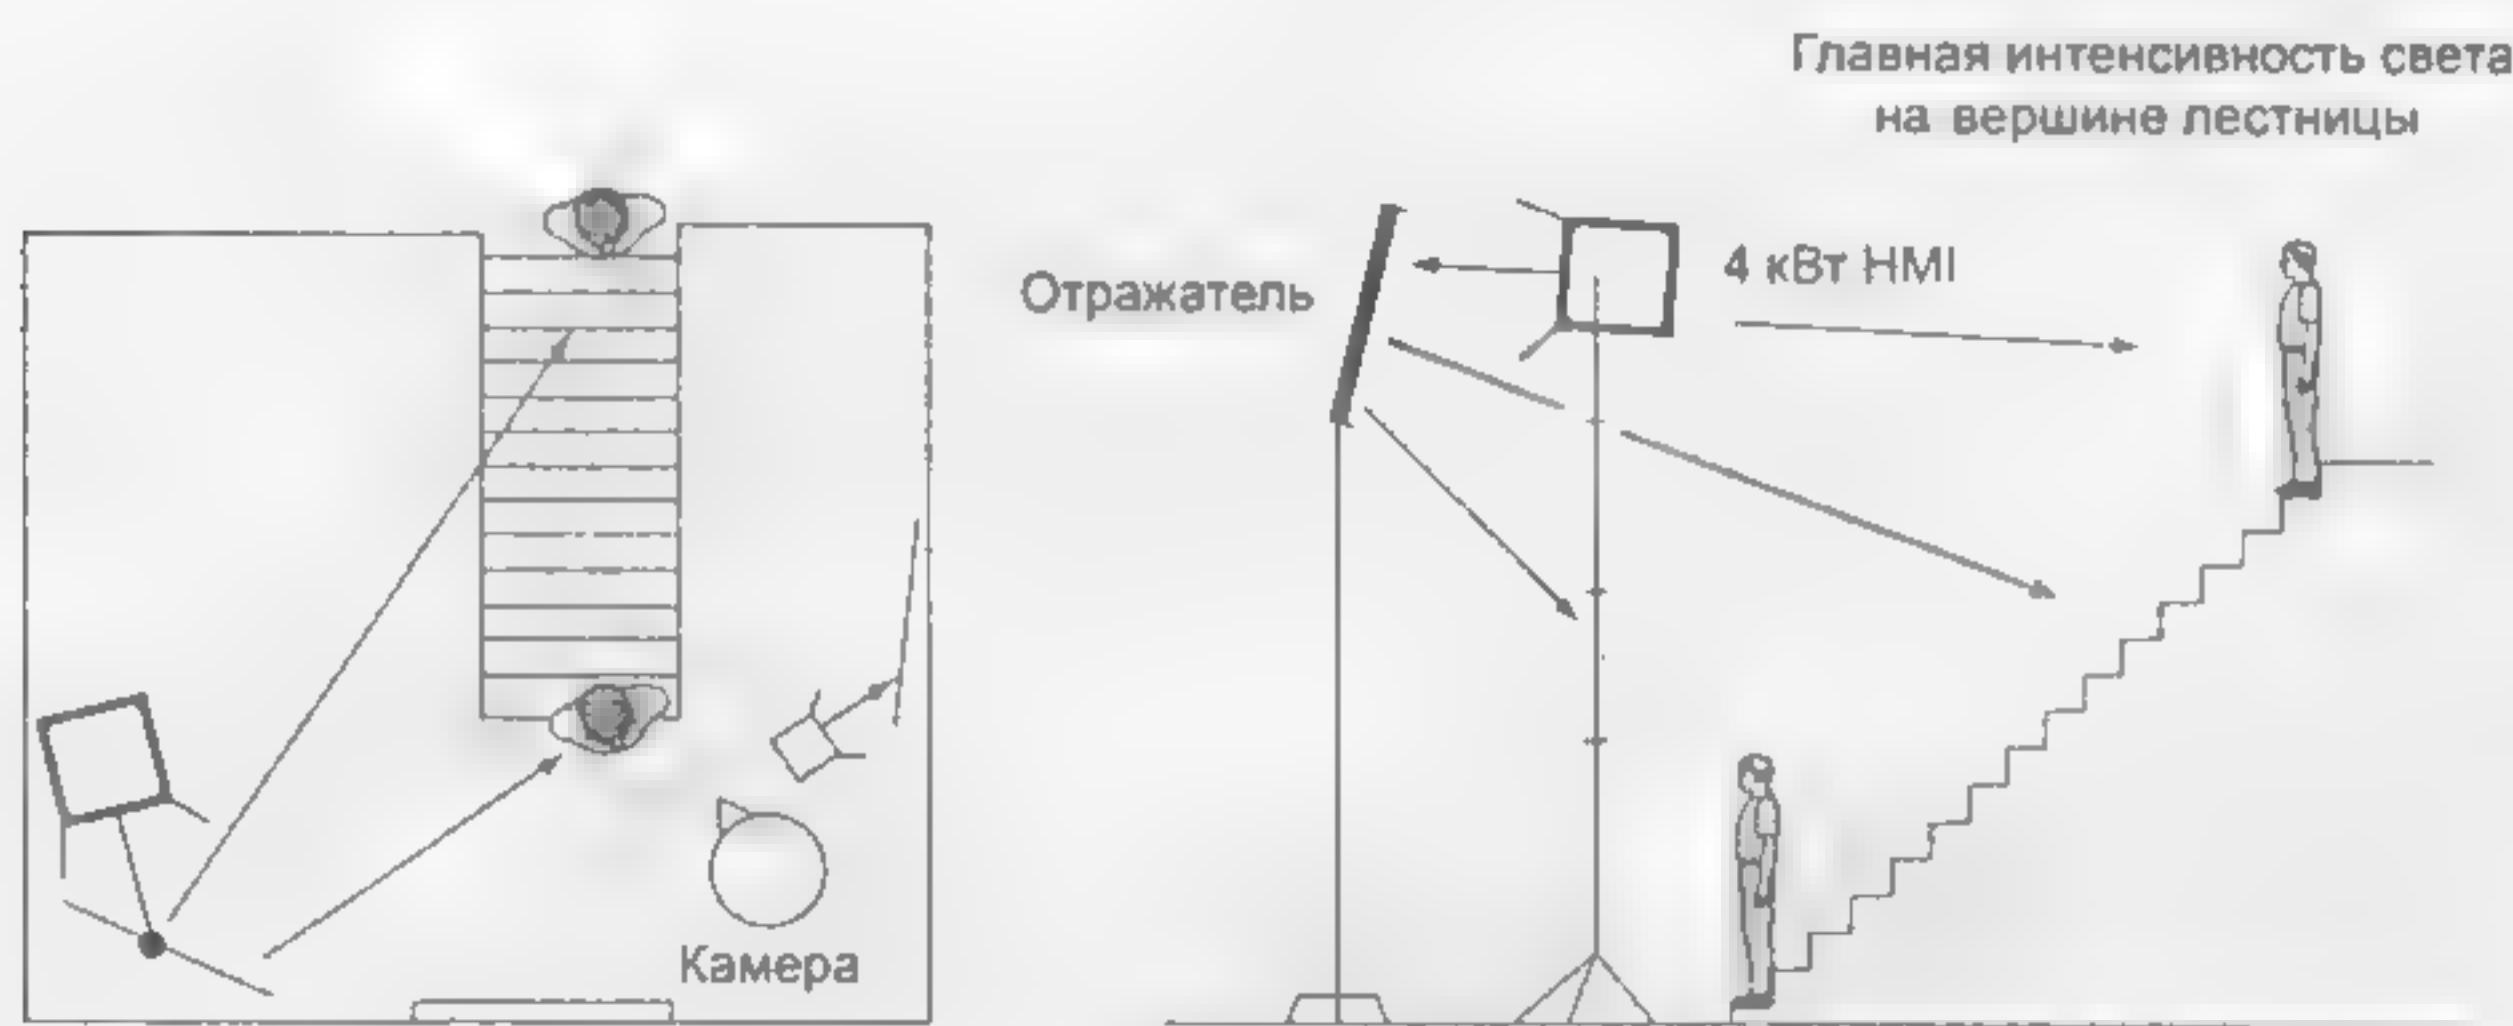

Рис.18.8 Использование рефлектирующего света для освещения субъекта, спускающегося вниз по лестнице
- Если возникают какие-либо пересветки на протяжении прохода, они могут быть минимизированы путем помещения завес из тюля соответствующего размера между отражателем и актером. Вышеупомянутый прием может также использоваться, чтобы осветить лестницу в большом холле (рис. 18.8). На верхней ступени лестницы это будет ключевой свет, направленный по горизонтали, направленный на актера, смотрящего вниз, так, чтобы это было вполне приемлемо. Внизу лестницы, чтобы обеспечить необходимый переход из одной зоны света в другую, можно очень легко приспособить флуоресцентный осветительный прибор с углом действия  $60^\circ$ , снабженный управляемыми экранами, чтобы мягкий краевой световой луч обеспечил ровный переход между зонами.